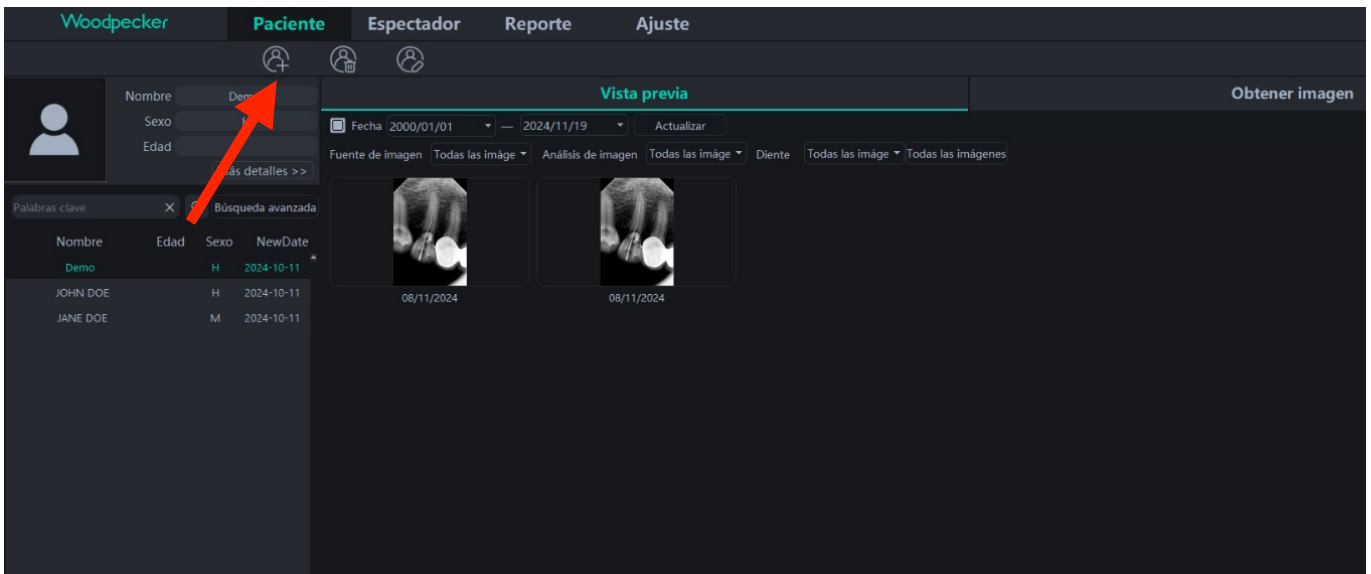

Figura 1
1.1.1. Desde la pantalla principal del software (Figura 1) pulsamos sobre el icono de agregar paciente señalado por la flecha.
1.2.1. Tras crear el paciente nuevo, volvemos a la pagina principal (Figura 1). Seleccionando el paciente y el sensor conectado a su ordenador, pulsamos “Obtener imagen” y posteriormente la opción “Sensor” (Figura 3).